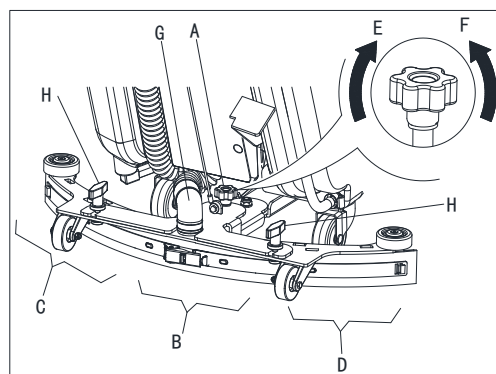

Figura 5
1. Installare il tergipavimenti e avvitare il dado (H), quindi connettere il tubo di aspirazione (G) al tergipavimenti.
2. Regolare il tergipavimenti mediante la manopola di regolazione del tergipavimenti (A, Figura 5).
- a) Se c'è uno spazio vuoto tra il suolo e la sezione intermedia della lama del tergipavimenti posteriore (B), regolare il pomello (A) in senso antiorario (F) finché ogni sezione della lama del tergi pavimento aderisce perfettamente al suolo, e la lama frontale tocchi il suolo leggermente.
- b) Se c'è uno spazio vuoto tra il suolo e entrambe le estremità della lama posteriore (C e D), regolare il pomello (A) in senso orario (E) finché tutte le sezioni della lama siano bene a contatto con il suolo e la lama frontale tocchi il suolo leggermente.